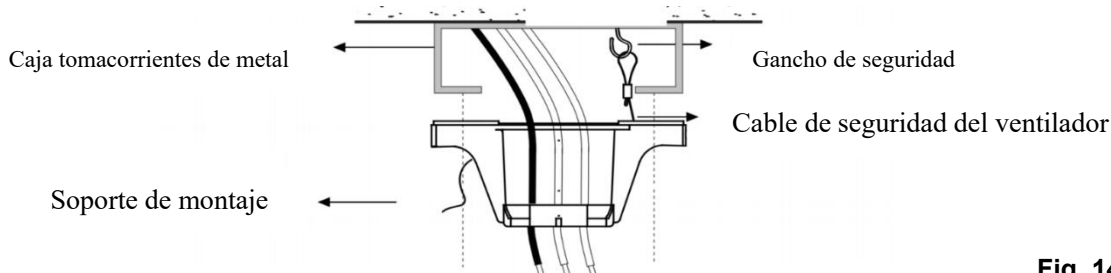

Fig. 14
10. Tire del cable de seguridad de metal por el gancho de seguridad y apriete el cable de seguridad. (Fig. 14)